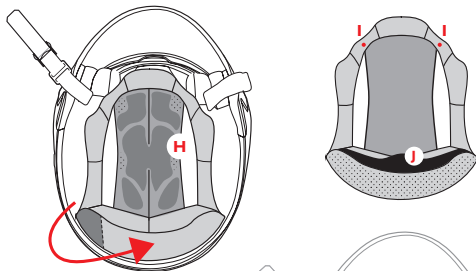

FIGURA 5
- Figura 5: Far scorrere i cursori verso l'estremità posteriore, in tal modo le prese d'aria saranno completamente aperte.
Imbottitura centrale interna: CALOTTINA — H — Figura 5/6**Rimozione e Montaggio**
Rimozione — Figura 5